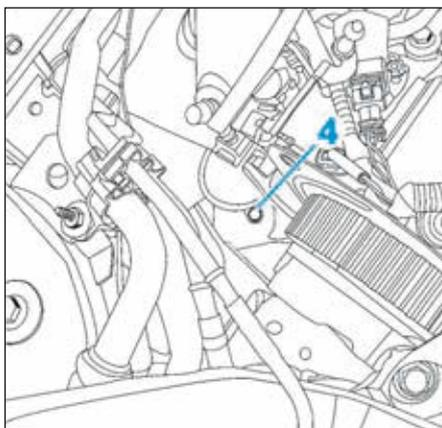

FIG.58
- Desserrer la vis du tuyau d'air intermédiaire (4) (Fig.58).